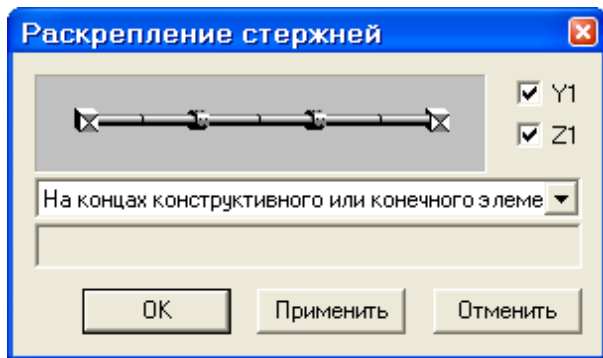

Рис.12.26. Диалоговое окно Раскрепление стержней
- С помощью пункта меню **Редактировать** ⇒ **Раскрепления для прогибов** (кнопка  на панели инструментов) вызовите диалоговое окно **Раскрепление стержней** (рис.12.26).